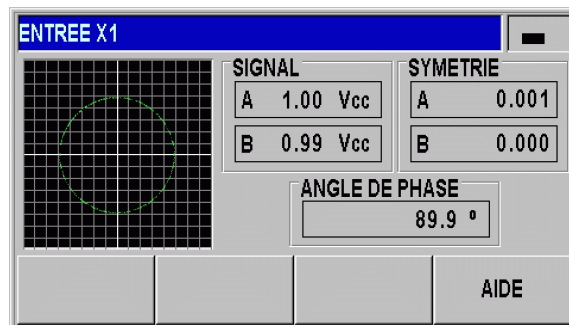

Fig. II.46 Test du système de mesure: Interface 1 Vcc
- ▶ Dès que vous déplacez le système de mesure, le ND affiche graphiquement les signaux des canaux A et B sur une figure de Lissajous (voir Fig. II.46) ainsi que les valeurs d'amplitude, de symétrie et de l'angle de phase.